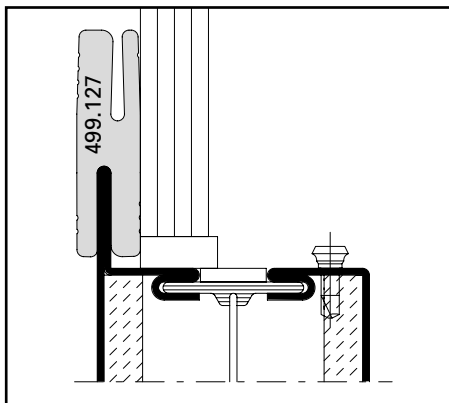

Abb. 22 / Fig. 22 / Fig. 22
- Positionner les pièces de distance 499.127 (8 à 12 pièces/vitre) fig. 22.
- Position the spacers 499.127 (8 to 12 pieces/pane) Fig. 22.